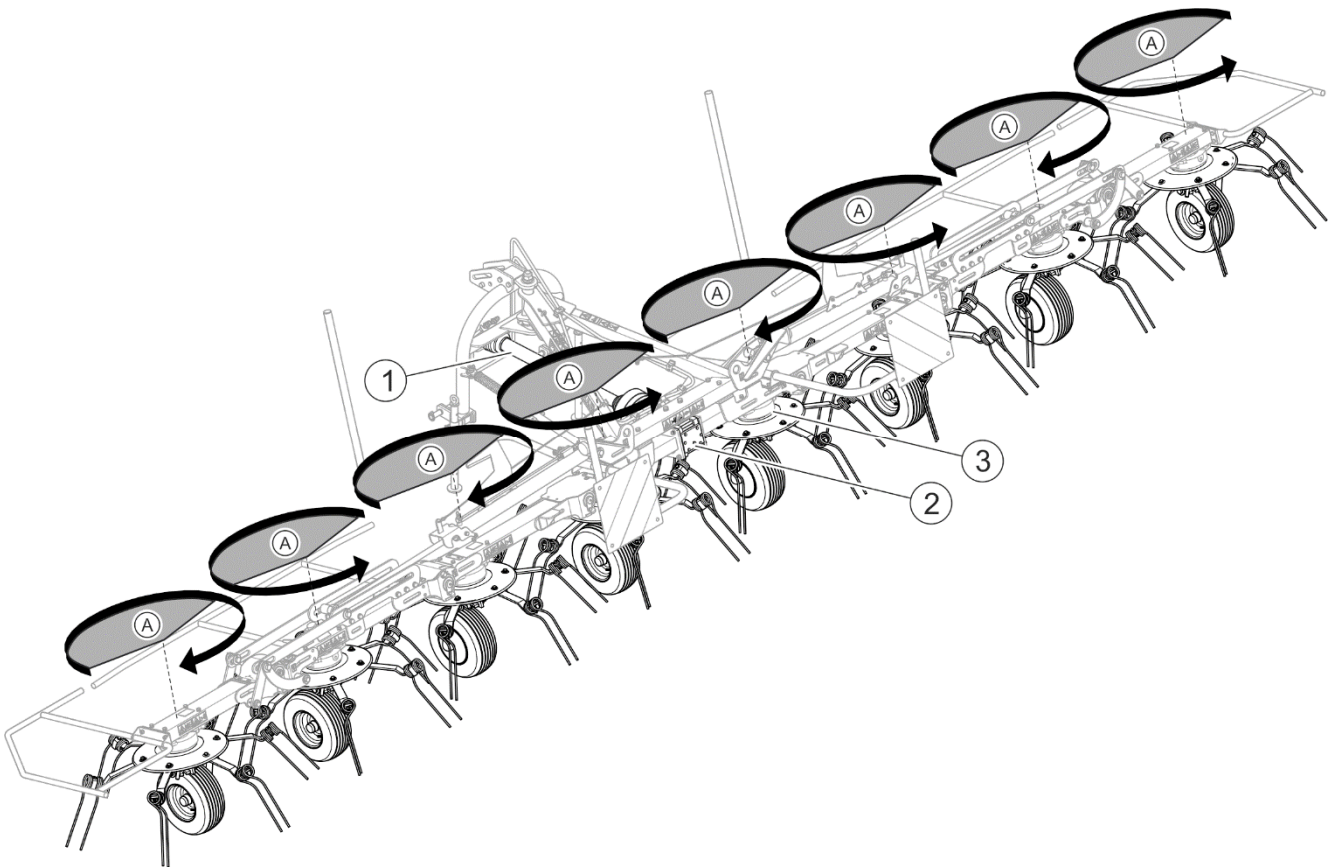

РИСУНОК 3.3 Принцип действия ворошилки
Ворошилка карусельного типа оснащается главной передачей (2) (РИСУНОК 3.3) с приводом от ВОМ трактора через телескопический карданный вал (1). Момент вращения передается при помощи валов отбора мощности, размещенных в раме, на отдельные роторы карусели (3), закрепленные вдоль несущей рамы. Конструкция роторов обеспечивает встречное вращательное движение отдельных каруселей, что позволяет на безаварийное вращение соседних плечей и на равномерное ворошение и вспушивание скошенной массы.